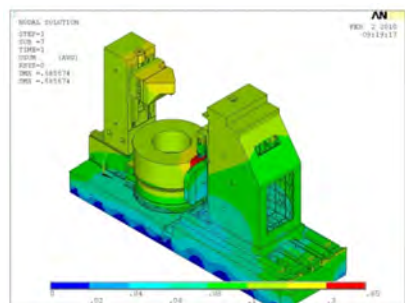

图4 磨齿机整机温度场云图
①机床热对称设计及冷却流道优化。通过有限元分析机床热变形情况，如图4、5所示，优化机床布局，采用热对称结构，优化床身流道设计，增加床身周围冷却液流动，使温度分布更加均匀，提高机床热特性。